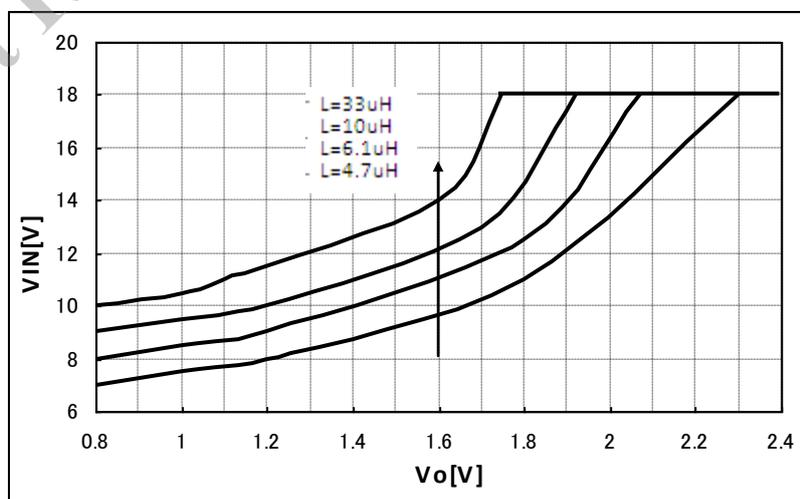

図1
*8 図1の入出力特性グラフは、最小ON時間により制限される入出力条件を示しています。但し、負過電流は100mA以下の場合とする。